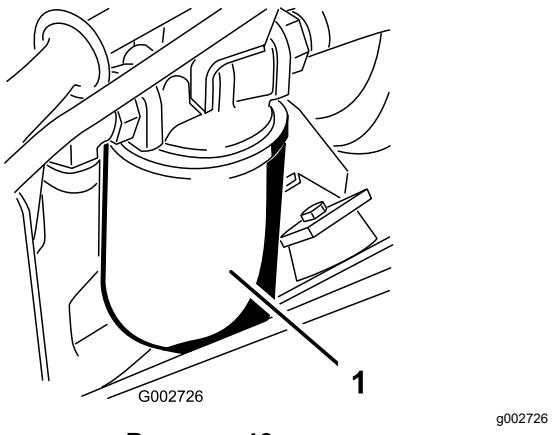

Рисунок 46
- Поместите сливной поддон под гидравлический фильтр, расположенный с левой стороны машины (Рисунок 46).
- Установите новый гидравлический фильтр (Рисунок 46), заворачивая его от руки до тех пор, пока прокладка не коснется головки